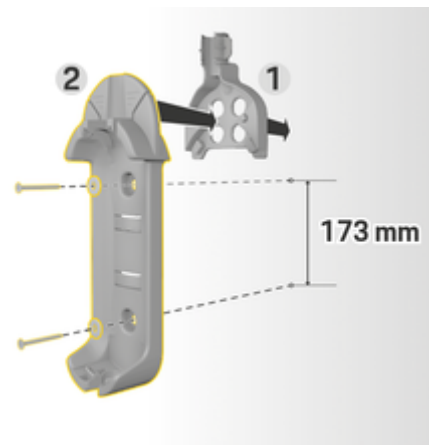

Fig. 43: Medidas de taladrado
3. Presione la base de soporte de pared 2 (Fig. 43) dentro de la guía de cables 1 (Fig. 43) desde delante.